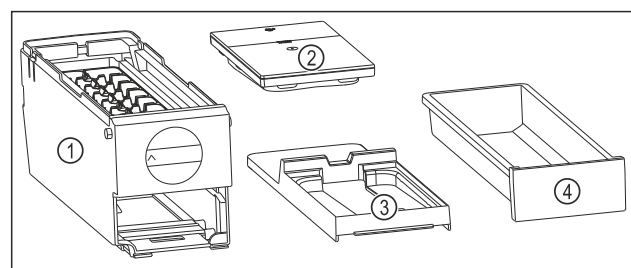

Fig. 199 Componenti dell'EasyTwist-Ice
- L'EasyTwist-Ice è scomposto in quattro parti. (vedere Fig. 199)
- Smontare l'EasyTwist-Ice scomponendo solo gli elementi rappresentati in figura. (vedere Fig. 199)
- Pulire l'intero corpo dell'EasyTwist-Ice Fig. 199 (1).